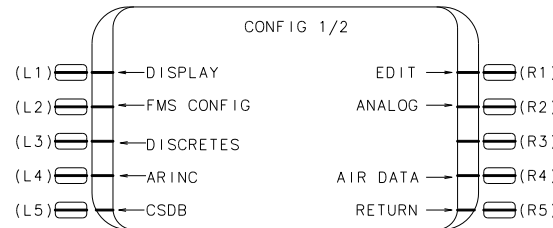

FIGURE 4
5. THE CONFIG PAGE WILL APPEAR (REF FIGURE 4). PRESS FMS CONFIG LSK.
- PRESS THE CONFIG LSK. THE CONFIG PAGE WILL APPEAR (REF FIG 4).